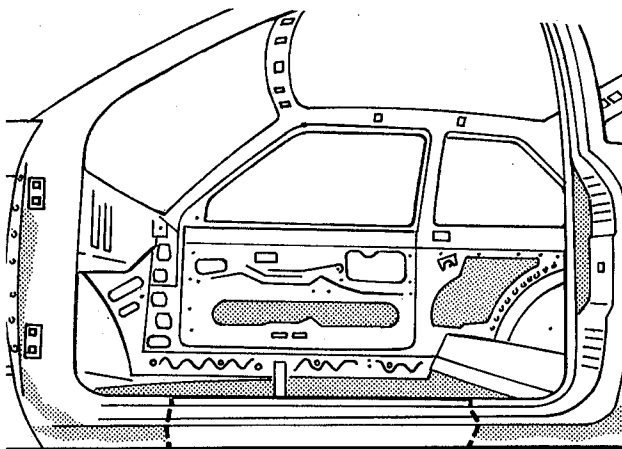

fig. 111
4. Determinar a área danificada e marcar a linha de corte. A seção a ser substituída deverá ser a menor possível, e será determinada pela área danificada (fig. 111)